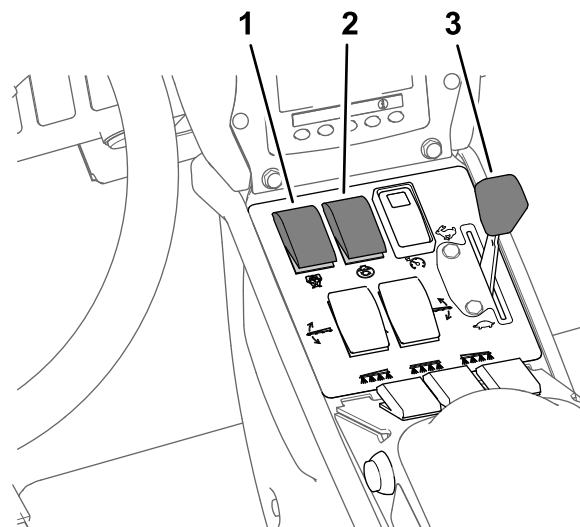

Рисунок 41
8. Установите переключатель перемешивания и выключатель насоса для опрыскивания в положения Вкл. (Рисунок 41).
9. Установите регулятор дроссельной заслонки в положение БЫСТРО (Рисунок 41).
**Примечание:** При выполнении этой процедуры предполагается, что насос для опрыскивания включен; см. Рисунок 41 в разделе Опрыскивание в режиме заданной нормы внесения \(страница 42\).
4. Установите рычаг дроссельной заслонки в требуемое положение частоты вращения двигателя для опрыскивания; см. Рисунок 41 в разделе Опрыскивание в режиме заданной нормы внесения \(страница 42\).